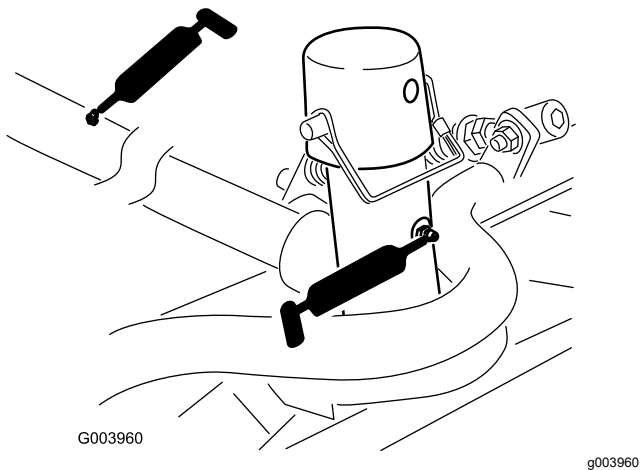

Figura 43
- Telaio portante e perno dell'apparato di taglio (2 cad.) (Figura 43)